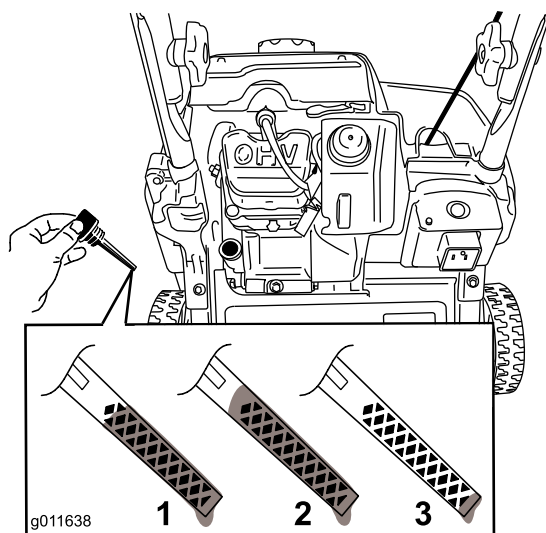

Figure 13
8. Pour déterminer le niveau d'huile correct indiqué par la jauge, voir (Figure 13).
Remarque: Versez de l'huile dans le carter moteur jusqu'à ce que la jauge indique le niveau correct, comme illustré à la Figure 13. Si vous remplissez excessivement le carter moteur, vidangez l'excédent d'huile comme expliqué à la section Vidange et remplacement de l'huile moteur.